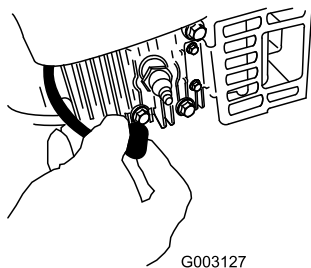

Figura 34
2. Desconecte el cable de la bujía (Figura 34) antes de realizar cualquier procedimiento de mantenimiento.